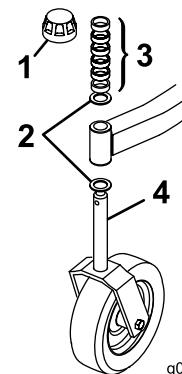
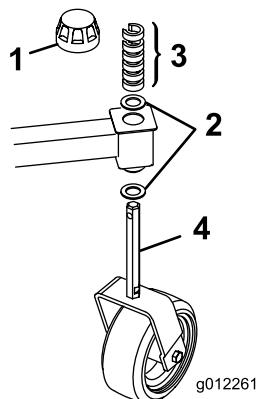

Figure 2
Figure 3
1. Retirez les chapeaux de tension des axes de pivots et retirez les entretoises et les rondelles de butée (Figure 2 & Figure 3).
- Glissez les entretoises sur le pivot de la roue pivotante pour obtenir la hauteur de coupe voulue (voir le tableau à la section Réglage de la hauteur de coupe). Placez une rondelle de butée sur le pivot. Poussez le grand pivot dans le bras pivotant avant et le petit pivot dans le bras pivotant arrière. Placez une autre rondelle de butée ainsi que les entretoises restantes sur le pivot, puis montez le chapeau de tension pour fixer l'ensemble (Figure 2 & Figure 3).